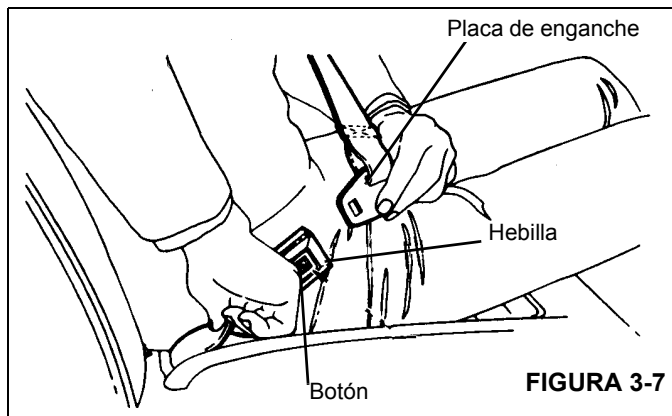

FIGURA 3-7
2. Tire del cinturón, crúcelo por delante de la falda, y enganche la placa en la hebilla hasta que se oiga un chasquido (Figura 3-7).